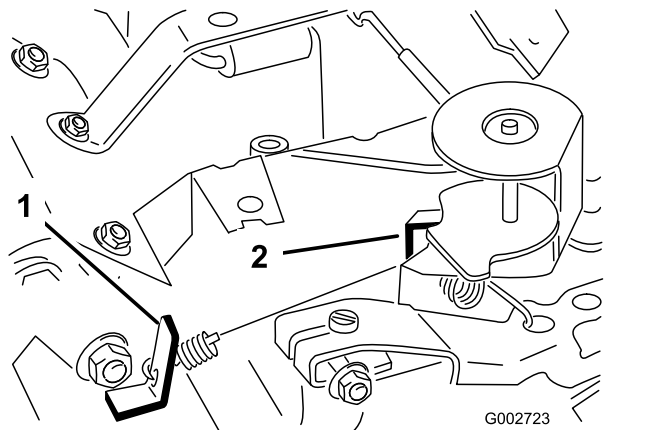

图 42
3. 弯转调节怠速弹簧锚柄脚图 42 以达到 1,675 1,875rpm 的怠速。
6. 弯转高速弹簧锚柄脚图 42 以达到 3,350 3,450rpm 的高速。